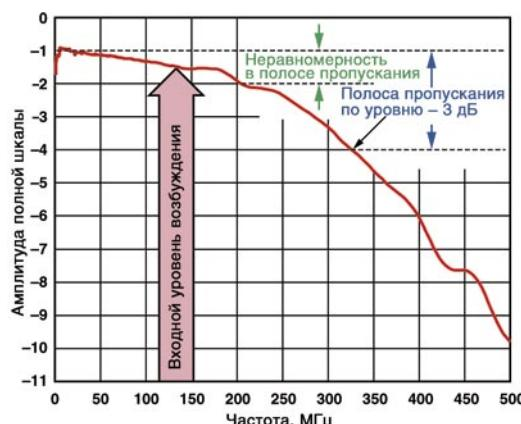

Рис. 5. Определение полосы пропускания, неравномерности в полосе пропускания и входного уровня возбуждения
– входной уровень возбуждения (см. рис. 5) определяется коэффициентом передачи схемы, требуемым для конкретного приложения. Он связан с параметрами полосы пропускания и зависит от выбора компонентов входной цепи, таких, как фильтр или усилитель/трансформатор. Их характеристики могут стать причиной того, что требования к уровню возбуждения будут одними из наиболее трудновыполнимых;